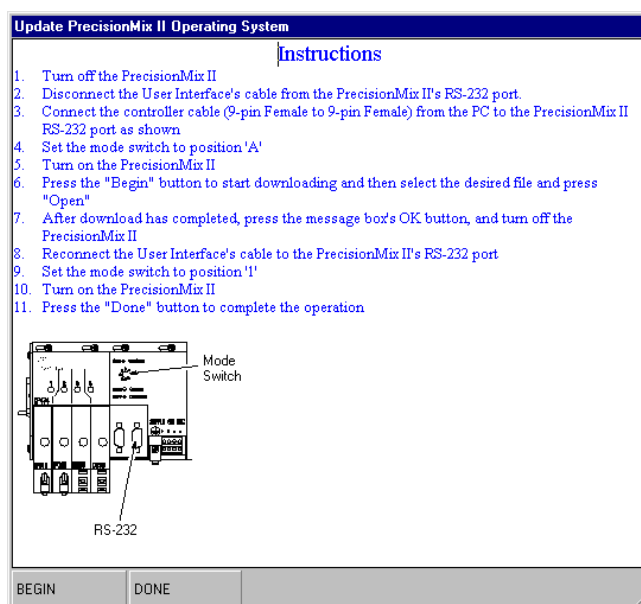

Fig. 13.27
- Appuyer sur le bouton Done pour fermer la fenêtre d'instructions. Voir Fig. 13.27.